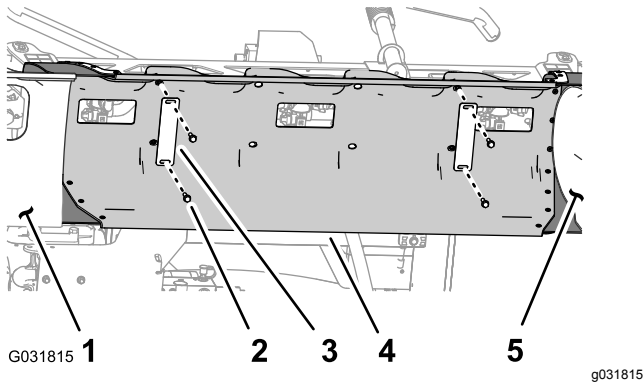

Figure 27
1. Tout en soutenant le couvercle de la section centrale (11 buses), retirez les 4 boulons à embase (5/16" x 1¼") et les 2 brides qui fixent le couvercle sur son support (Figure 27).